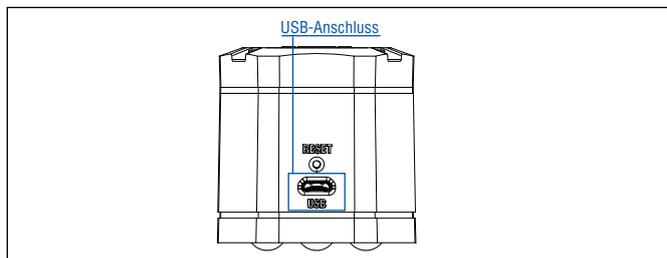

Abb. 99: USB-Buchse am TempoLink® Sensorassistenten
1. Stecken Sie den Micro-USB-Stecker des USB-Kabels in den Anschluss „USB“ an den TempoLink® Sensorassistenten (Abb. 99).